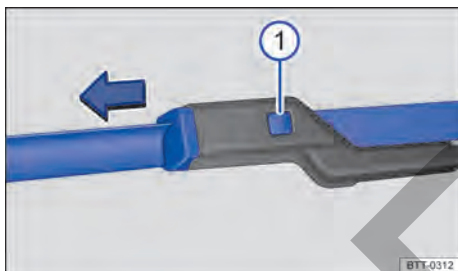

Fig. 126 Sustituir las escobillas de los limpiaparabrisas.
- Mantenga la tecla de desbloqueo → fig. 126 ❶ pulsada y, al mismo tiempo, retire la escobilla de los limpiaparabrisas en el sentido de la flecha.